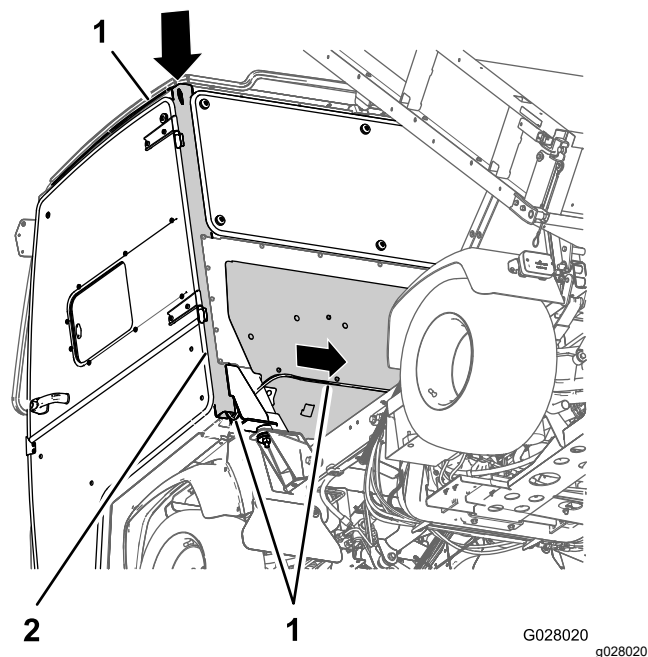

Рисунок 22
3. Проведите свободный конец шланга в отверстие в верхней части стойки В рамы кабины со стороны водителя и вниз через раму (**Рисунок 22**).